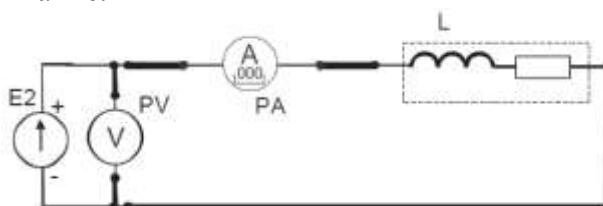

Рисунок 12 – Цепь постоянного тока с катушкой индуктивности
5. Определить величину активного сопротивления катушки методом амперметра и вольтметра. Для этого подключить её к источнику постоянного напряжения  $E2$  (рис. 12). Установить у цифрового амперметра режим измерения постоянного тока. После проверки схемы преподавателем включить источник питания  $E2$ , установить у него выходное напряжение 10 В и измерить величину постоянного тока в цепи. Результат занести в таблицу 15. Выключить электропитание.